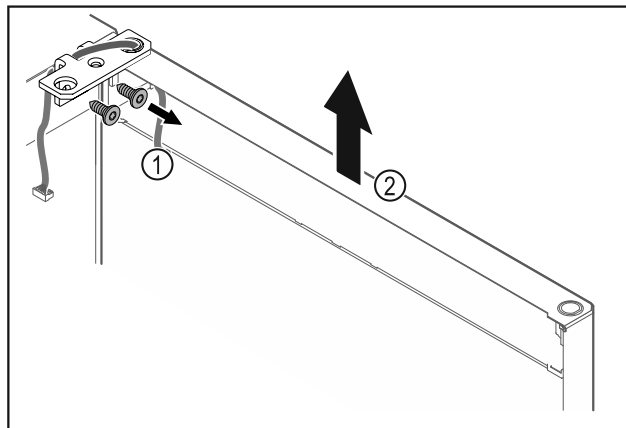

Fig. 19
- ▶ Skru av hengselvinkelen Fig. 19 (1).
- ▶ Løft døren og hengselvinkelen Fig. 19 (2) ca. 200 mm rett opp, og ta den av.